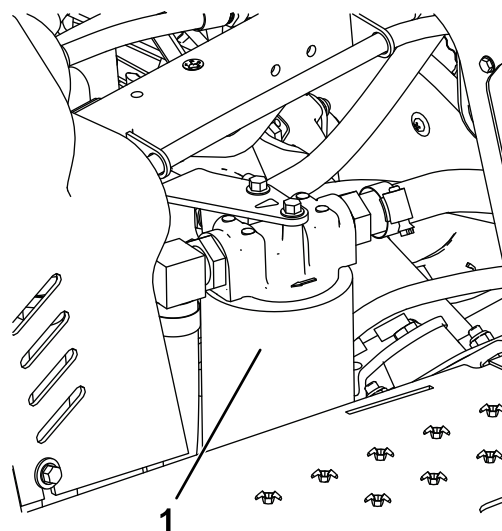

Рисунок 42
4. Поместите сливной поддон под гидравлический фильтр, расположенный с левой стороны машины (Рисунок 42).
7. Установите новый гидравлический фильтр (Рисунок 42), заворачивая его от руки до тех пор, пока прокладка не коснется головки фильтра, а затем дополнительно затяните фильтр на $\frac{3}{4}$ оборота.